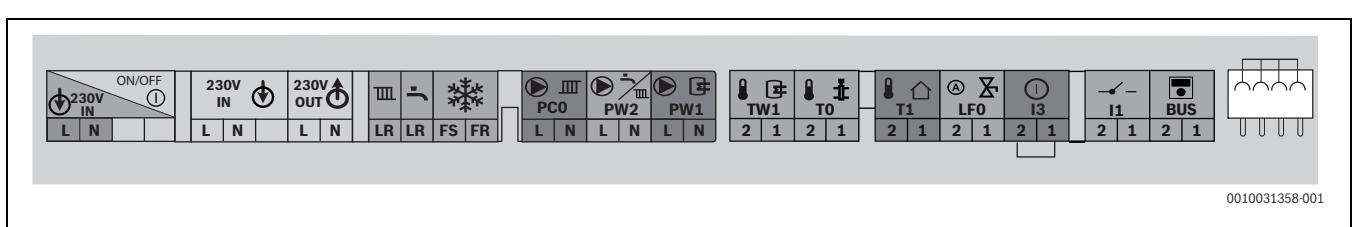

Fig. 28 Régua de bornes para os acessórios externos
- Ligar o cabo na régua de bornes para os acessórios externos (→ fig. 28).